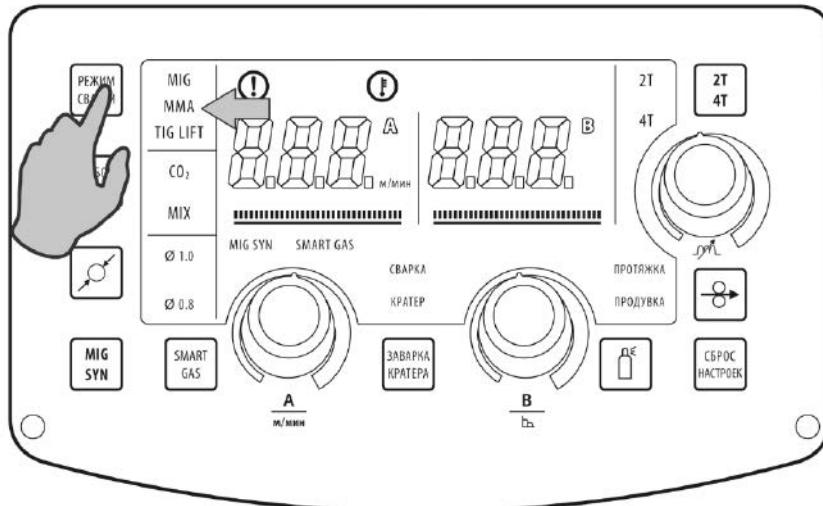

Рис. 10.1.1. Выбор способа сварки.
1. Перейдите в режим MMA (см. рис. 7.0.1, п. 2) на передней панели сварочного аппарата (см. рис. 10.1.1).